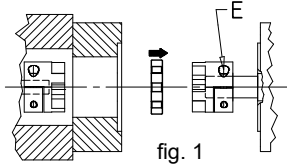

fig. 1
Eine Halbkupplung muss auf das Servomotor-Wellenende ohne Passfeder gekeilt werden (wenn vorhanden die Passfeder entnehmen, s. Abb. 1). Bei einer hohen Anzahl von Anläufen/Stunde und hohen Belastungen die Sonderausführung «Kupplung mit Passfedernut» vorsehen.
**Die Halbkupplung auf die Servomotorwelle in gleicher Ebene liegend des Rings aus Elastomer montieren, s. Abb. 1.**